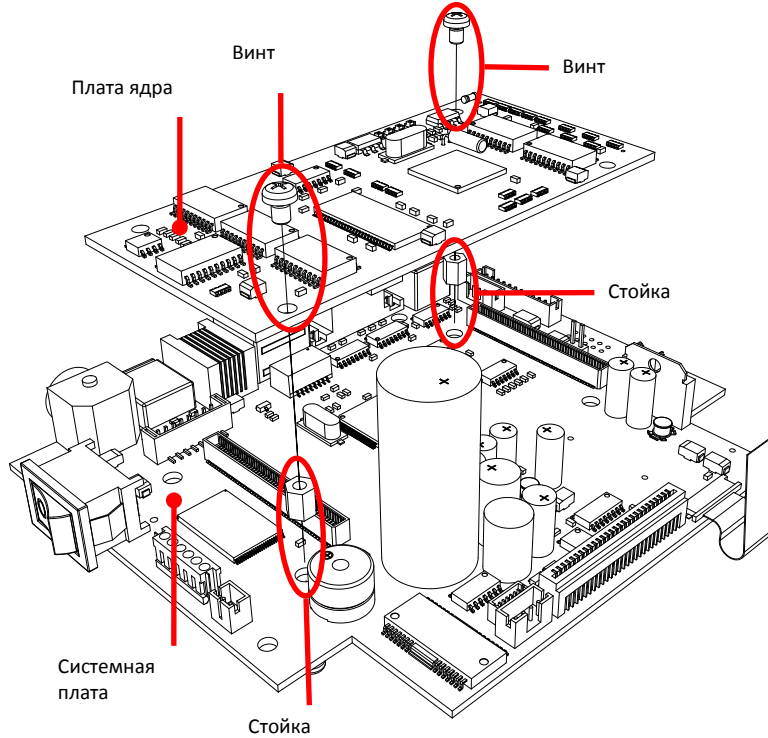

Рисунок 11. – Крепление платы ядра к системной плате.
2. Выверните 2 винта, крепящих плату ядра к системной плате (см. рисунок 11);